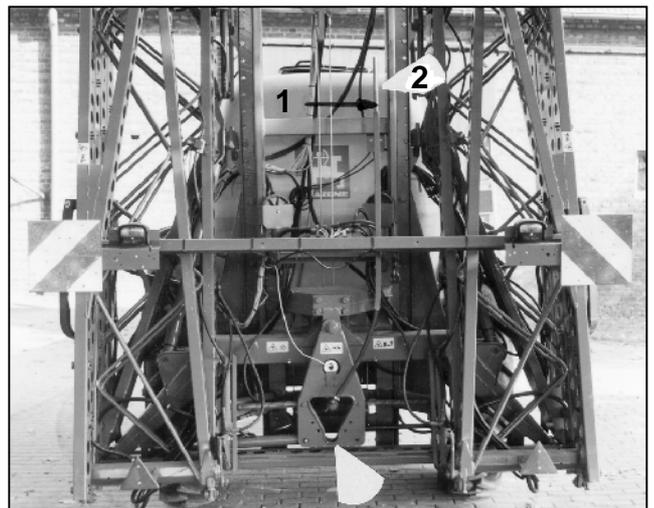

Fig. 8.55
**Entriegelt** ist der Schwingungsausgleich, wenn bei „NG“-Armaturn der grüne Abschnitt (8.55/1) der Ent- und Verriegelungsanzeige (8.55/2) sichtbar ist bzw. bei „TG“-Armaturn die Leuchtdiode am Schaltkasten erlicht (Fig. 8.49/8). **Fig. 8.55 zeigt den entriegelten Schwingungsausgleich.**